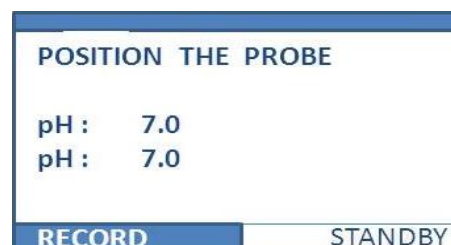

図 31 確認画面
- ① Enter キーを押して続行を選択し、次の画面に移動します（図 31）。ここで画面の“RECORD”を押すと測定が開始されてしまいます。
- ② “RECORD”は押さずに再度 pH4 校正液（赤）にカテーテルを浸漬させ、pH の値が 4.0 付近であるかを確認してください。
- ① カテーテルを校正液から取り出し、水道水ですすいでください。
- ② ティッシュペーパーでカテーテルの水分を丁寧に取り除いてください。
① 図 31 の画面で、イベントキー 3 を押して、カーソルを“STANBY”に合わせます。
② イベントキー 1 (Enter キー) を押すとスタンバイモードに移行します。
① イベントキー 1 (Enter キー) を押します。
② レコーダーがメモリーカードを読み取るのでしばらく待ちます。
- ③ 次にカテーテルを患者に挿入し、カテーテルの位置決めを行います。詳細は、35 ページ「8.3 カテーテルの位置決め」を参照してください。